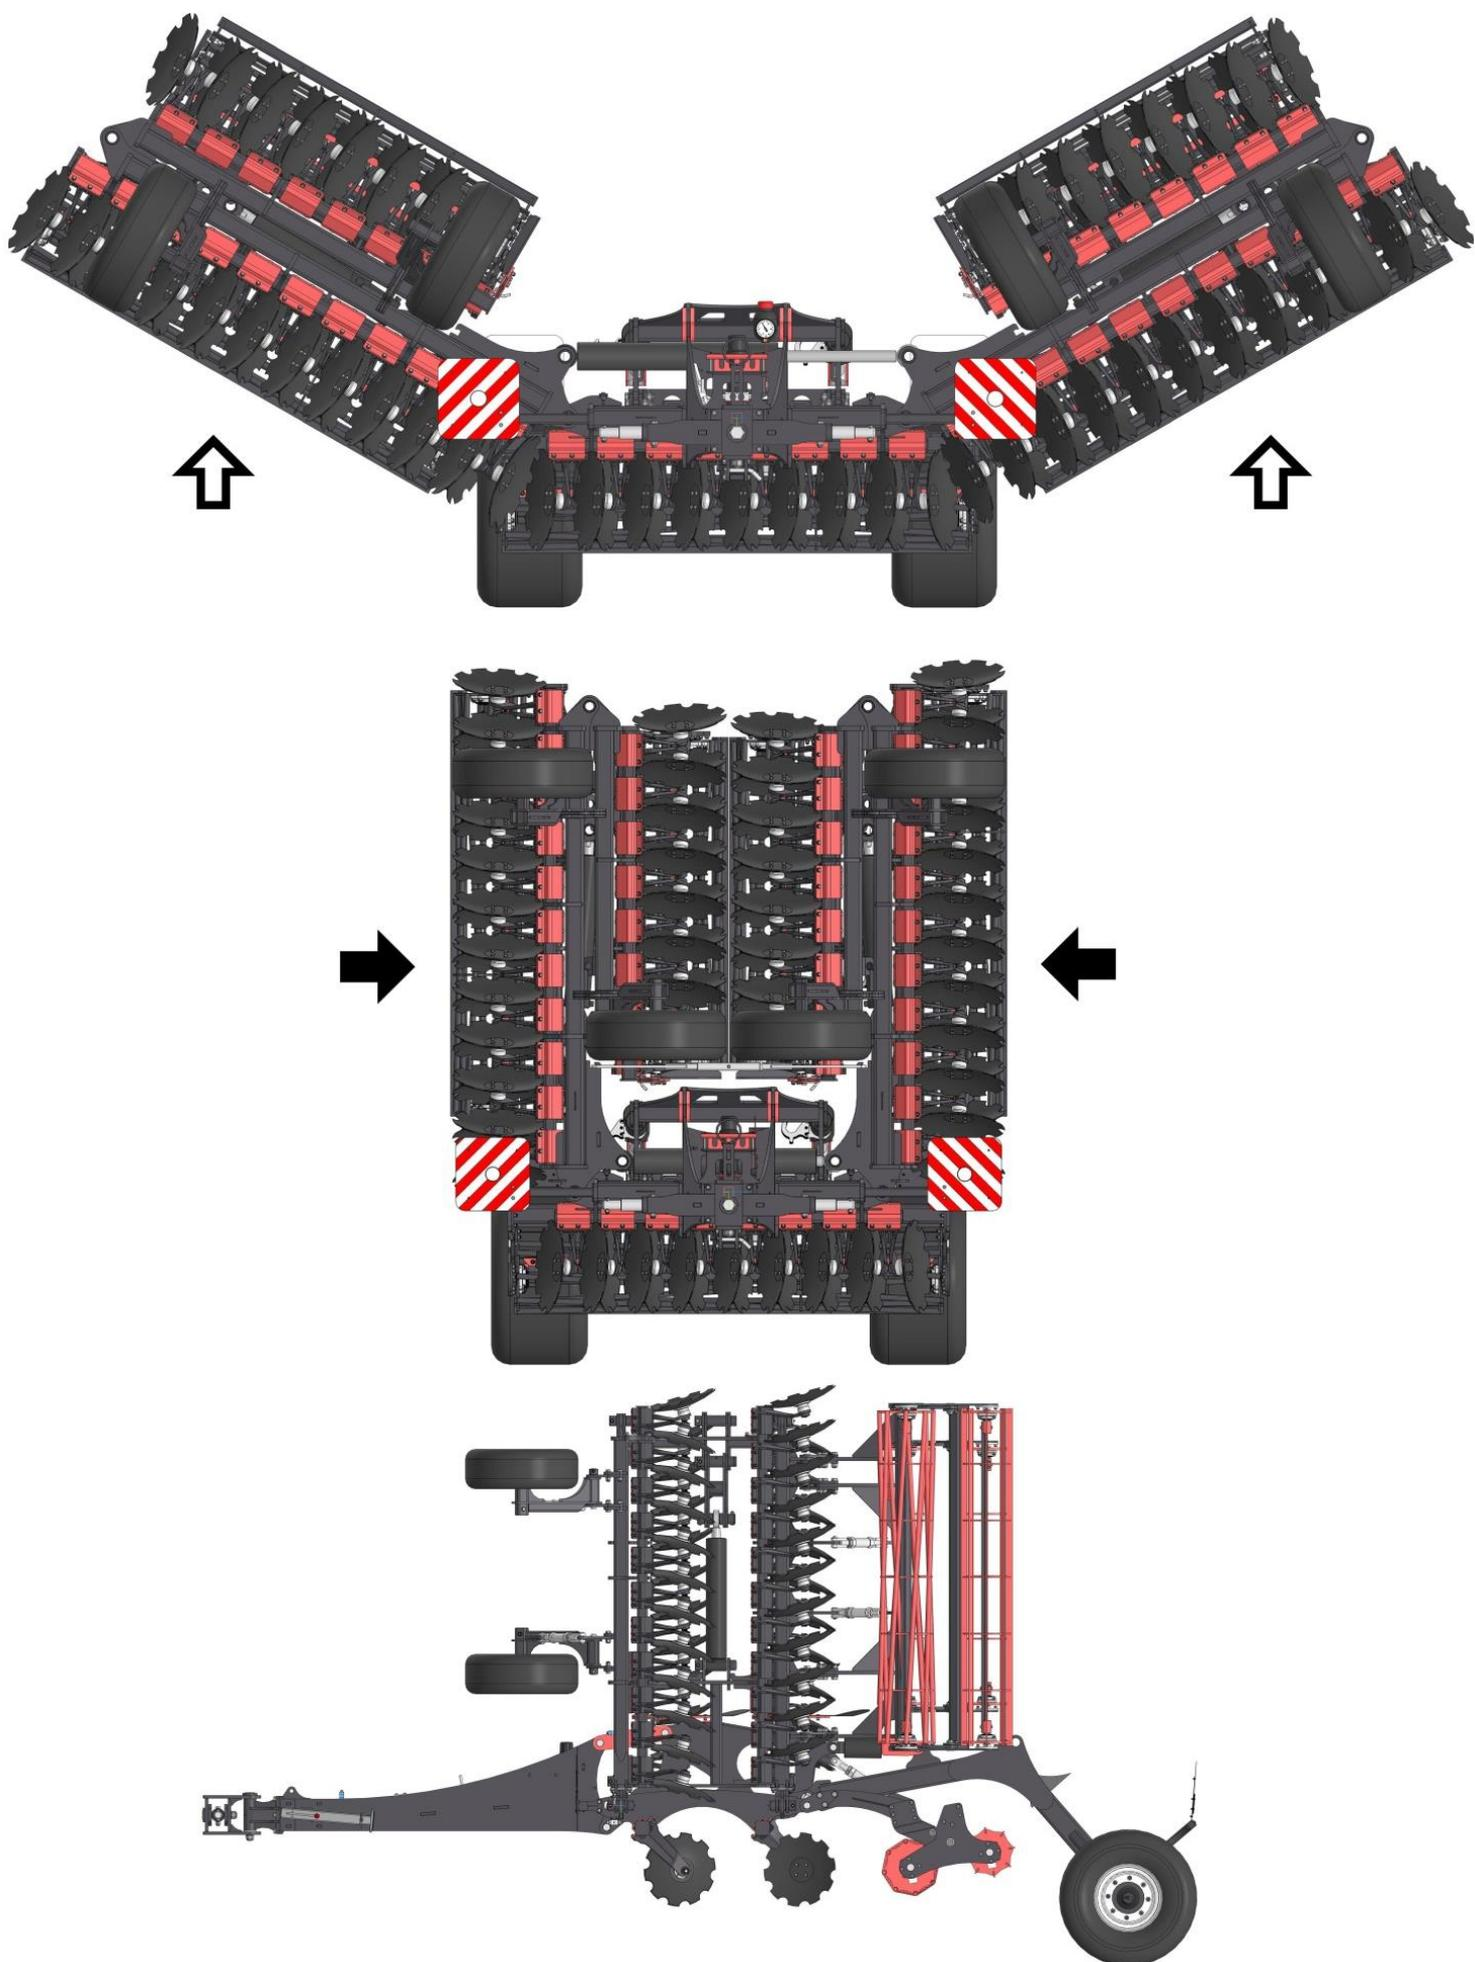

Рисунок 25– Складывание рабочих секций
4) С помощью гидроцилиндров 125x60-855-1150 в центральной части рамы сложите рабочие секции до транспортной ширины. Штоки гидроцилиндров должны полностью втянуться (рис. 25).